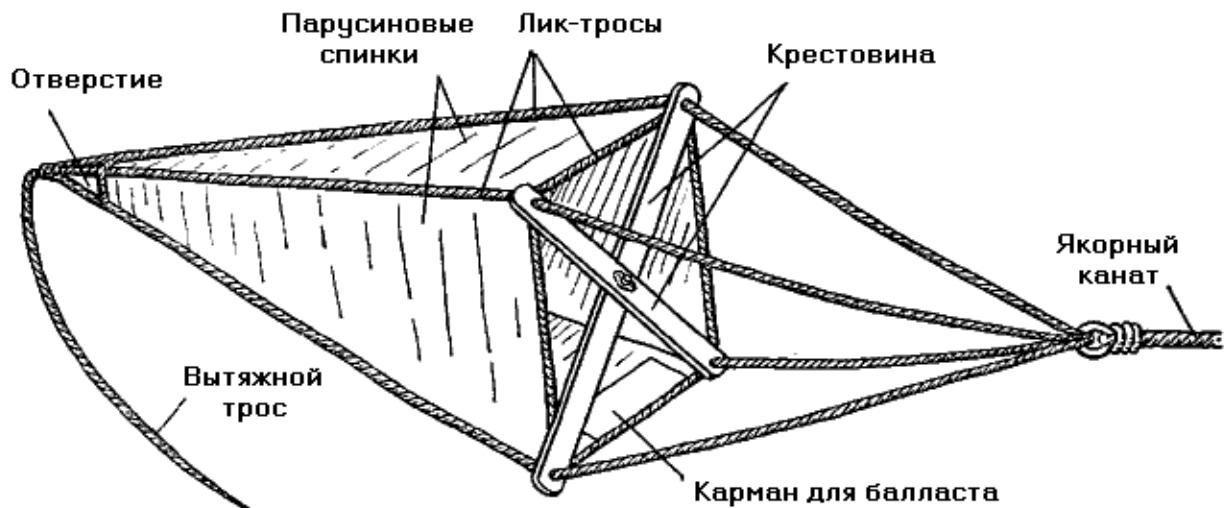

Рис. 117. Плавучий якорь
**Плавучий якорь** (рис. 117) представляет собой конусообразный мешок, сшитый из прочной грубой парусины, имеющий в основании крестообразную распорку или обруч, а в вершине—отверстие для пропуска воды, стабилизирующее рабочее положение якоря. К якорному канату он крепится при помощи четырех концов. Чтобы якорь легче было выбирать из воды, к его вершине крепят тонкий и прочный вытяжной линь.